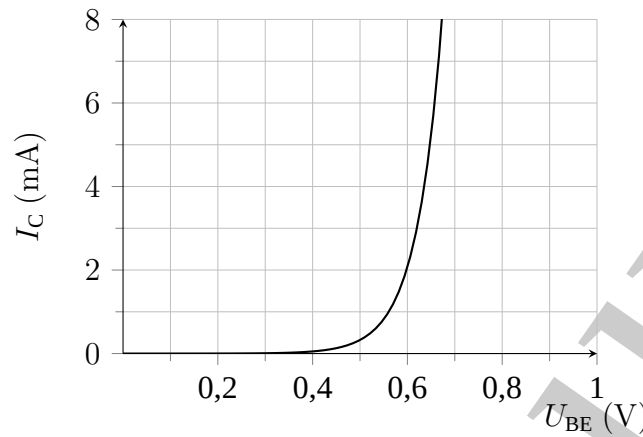

Abbildung 11
- b) Die Eingangskennlinie des Transistors ist in Abb. 11 gegeben. Bestimmen Sie die Widerstandswerte R_{B1} , R_{B2} und R_E , mit denen der Arbeitspunkt eingestellt werden kann. Die Faustregel $I_{BB} = 10I_B$ soll gelten.